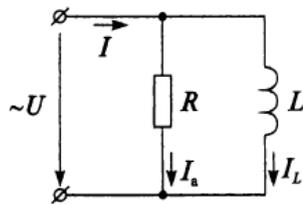

Рис. 4
14. Разветвленная RL-цепь (рис. 4) имеет параметры: напряжение, приложенное к цепи $u = 24 \cdot \sin \cdot 1000t$; активное сопротивление 5 кОм; индуктивное сопротивление 1 кОм. Вычислить ток, протекающий в неразветвленной части цепи.